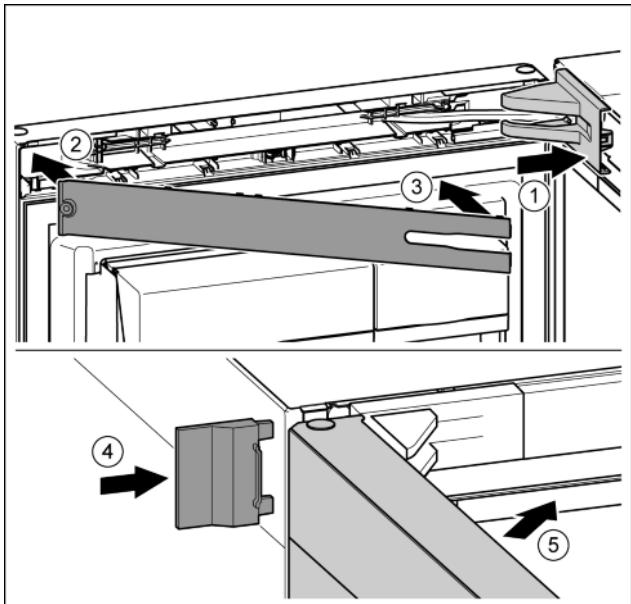

Fig. 41
- Встановіть та зафіксуйте кришку опорного кронштейна, у разі необхідності — обережно розтисніть. Fig. 41 (1)
- Встановіть накладку. Fig. 41 (2)
- Поверніть і зафіксуйте накладку. Fig. 41 (3)
- Насуньте зовнішню кришку. Fig. 41 (4)
- Закрійте верхні дверцята. Fig. 41 (5)